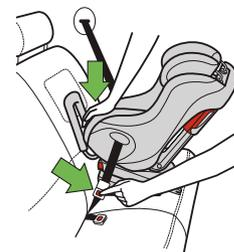

Figure 67
- Pressez au centre du siège d'auto pour réduire la tension sur la ceinture du véhicule aidera à débloquer la ceinture du véhicule, tel qu'illustré dans la **Figure 67**.